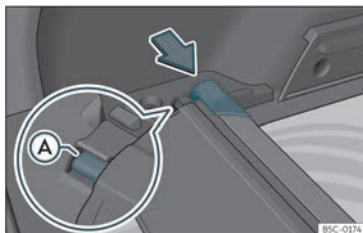

Fig. 121 No maleteiro: aloxamento para gardar a bandexa enrolable.
- Prema o cabezal da bandexa enrolable no sentido da frecha ata que encaixe no aloxamento previsto para este uso >>> **fig. 121**. Asegúrese de que o patín **A** encaixa no aloxamento correspondente.